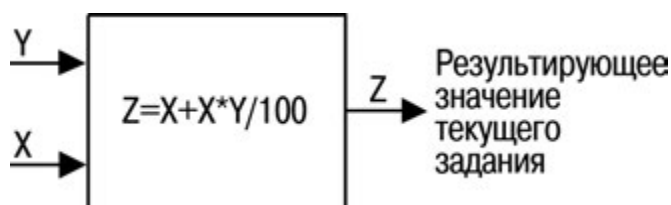

Рисунок 2.5
Сумма фиксированной и переменной величин (обозначена Y на рисунке 2.5) умножается на фактическое задание (обозначено X на рисунке). Это произведение добавляется к действующему заданию: $[X + (X) \times (Y / 100)]$, рисунок 2.5.